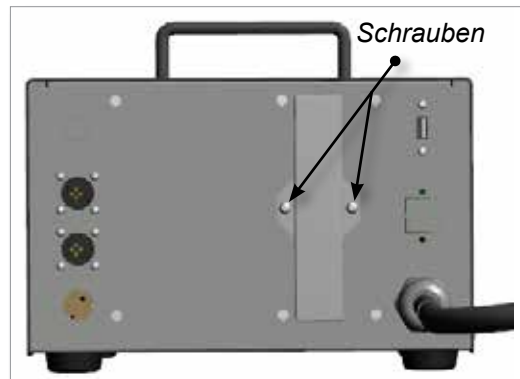

Abbildung 7-1 Schrauben entfernen
1. Entfernen Sie die vier Schrauben der Abdeckplatte auf der Rückseite der Steuerung. Siehe Abbildung 7-1.